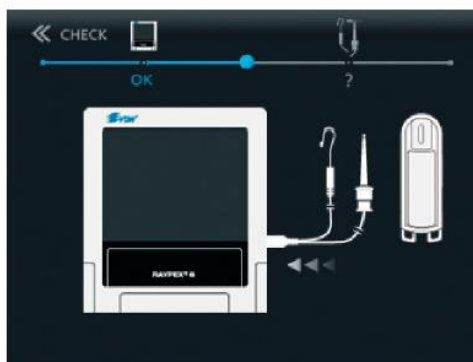

Рис. 32. Підключення вимірювального кабелю
- З'єднайте вимірювальний кабель з приладом (рис. 32).